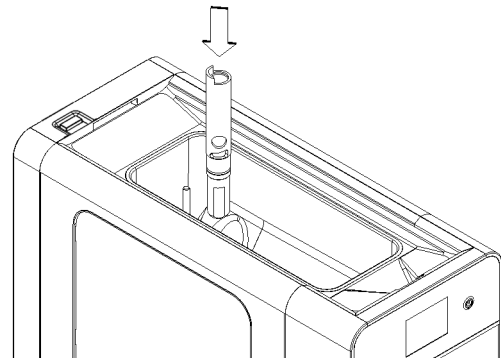

Bild 3
- 1 Den unteren Teil des Mischrohrs in das dafür vorgesehene Verbindungsloch zwischen dem Behälter und dem Zylinder einfügen. Dabei darauf achten, es so auszurichten, dass es ganz in seinen Sitz eingesetzt wird. (Bild 3)